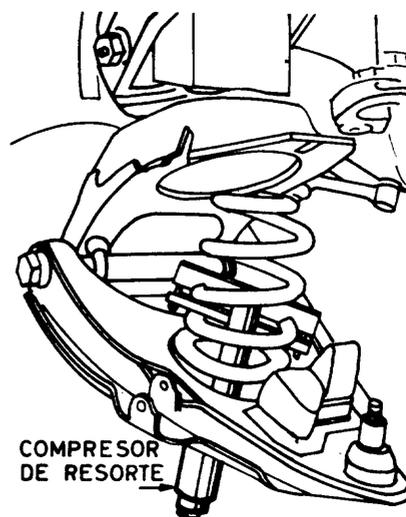

Fig. 3
- b Instale el compresor de resorte (fig. 3).